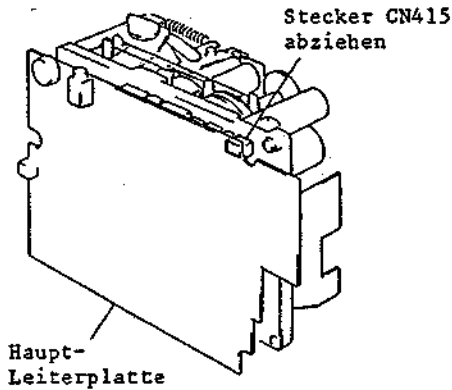

Abb. 2-43 Ausbau des Audio/Synchronkopfes
### 3-4 Ausbau des Audio/Synchronkopfes (Abb. 2-43, 2-44)
2. Den Stecker CN415 abziehen (siehe Abb. 2-43).